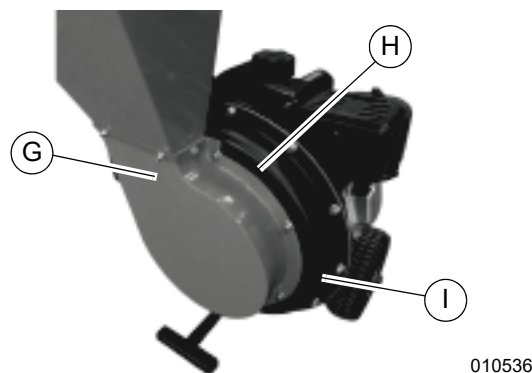

Figure 2-6. Placement de l'ensemble trémie-carter de broyeur à marteaux sur le carter de volant d'inertie
4. Voir Figure 2-6. Placer l'ensemble trémie-carter de broyeur à marteaux (G) sur les goujons du carter de volant d'inertie (H).